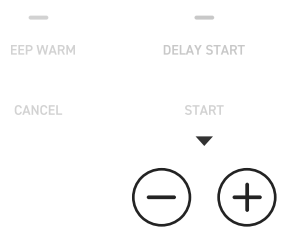

Figure 9.1
3. Appuyez sur les boutons – ou + pour régler le délai de démarrage de 10 minutes (00:10) à 24 heures (24:00). [Figure 9.1]